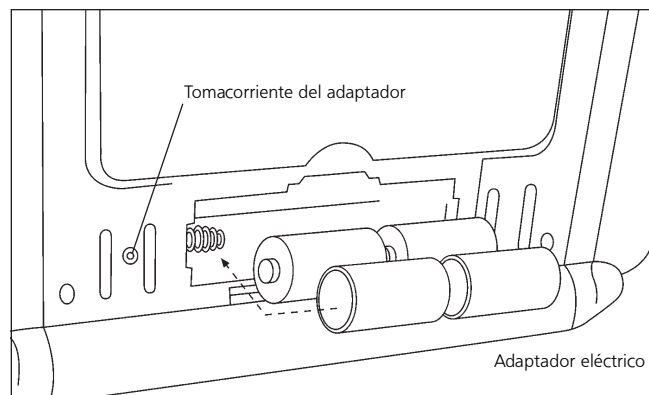

Figura 2
- Para que el ventilador funcione, se necesitan 4 baterías D. El compartimiento de las baterías está ubicado en el panel posterior inferior del calentador. Siga las instrucciones en la cubierta de las baterías para una correcta instalación de las baterías. Ver figura 2. Note: Ambos azulejos giran la naranja sólo en el HOLA ajuste.
- El calentador también puede recibir suministro eléctrico desde un adaptador eléctrico F276127. Requiere un adaptador de 6 voltios de CC con una corriente de hasta 800 miliamperios con polaridad positiva en la punta. Ver figura 2.
- Para que el ventilador funcione, se necesitan 4 baterías D. El compartimiento de las baterías está ubicado en el panel posterior inferior del calentador. Siga las instrucciones en la cubierta de las baterías para una correcta instalación de las baterías. Ver figura 2.
- Ventilador de la calefacción también se puede alimentar con adaptador eléctrico, F276127. Requiere un adaptador de 6 voltios de CC con una corriente de hasta 800 miliamperios con polaridad positiva en la punta. Ver figura 2.